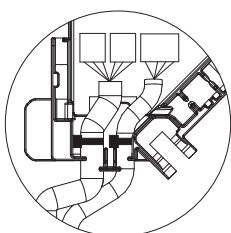

Fig. 5-16
- Sicherstellen, dass der das i-See-Sensor- und Signalempfänger-Verbindungskabel sichernde Kabelbinder im Innern des Anschlusskastens platziert ist. (Fig. 5-16)